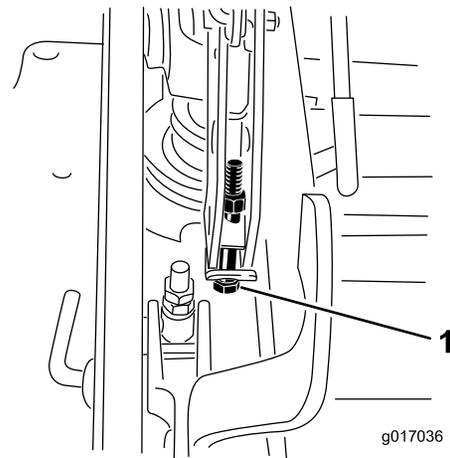

Figure 100
12. Si le tablier est trop bas, serrez le boulon de réglage monopoint dans le sens horaire. Si le tablier est trop haut, desserrez le boulon de réglage monopoint dans le sens antihoraire (Figure 100).